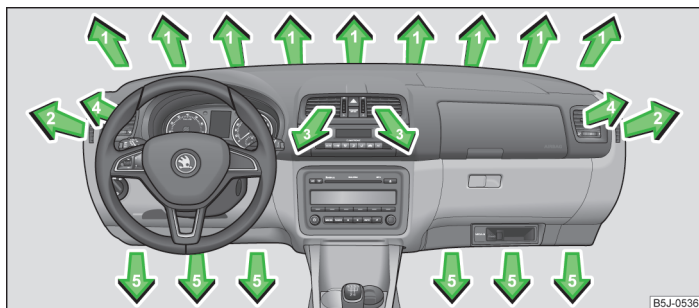
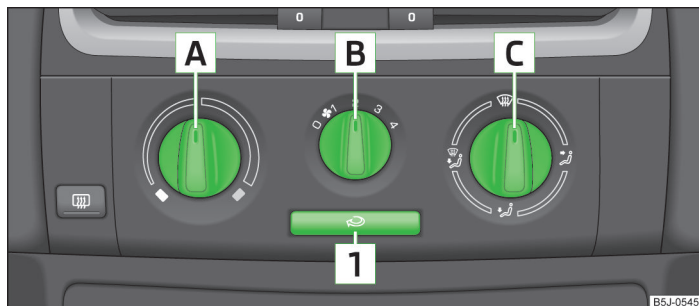

Fig. 78 Difusores de aire
Fig. 79 Calefacción: Elementos de mando
► Girar la rueda vertical (difusores de aire 3) » fig. 78 o la rueda horizontal (difusores de aire 4) a la posición
► Girar la rueda vertical (difusores de aire 3) » fig. 78 o la rueda horizontal (difusores de aire 4) a la posición 0.
- Mover las láminas horizontales con el ajustador deslizante para cambiar la altura del flujo de aire » fig. 78.
Ajustar la salida de aire para cada difusor con el regulador de distribución de aire **C** » fig. 79 de la página 79. Los difusores de aire 3 » fig. 78 y 4 se pueden cerrar y abrir por separado.
- ▶ Girar el regulador giratorio **A** » fig. 79 hacia la derecha para elevar la temperatura.
- ▶ Girar el conmutador del ventilador **B** » fig. 79 a una de las posiciones, 1 a 4, para conectar el ventilador.
- ▶ Con el regulador de distribución de aire **C** » fig. 79, se regula el sentido de salida del aire » página 78.
Todos los elementos de mando, excepto el conmutador del ventilador **B** » fig. 79, se pueden ajustar a cualquier posición intermedia.
- Elementos de mando **A** » fig. 79 de la página 79, **B**, **C** y la tecla **1**.
- Difusores de aire **4** » fig. 78 de la página 78.
- Recomendamos dejar los difusores de salida de aire en posición abierta **3** » fig. 78 de la página 78.
- Pulsar la tecla  **1** » fig. 79 de la página 79, en la tecla se encenderá el testigo.
- Pulsar de nuevo la tecla  **1** » fig. 79 de la página 79, se apagará el testigo de control en la tecla.
Si el regulador distribuidor de aire **C** » fig. 79 de la página 79 se encuentra en la posición , el servicio de aire circulante se desconectará automáticamente. Pulsando repetidamente la tecla , se puede volver a conectar el servicio de aire de circulación también en esta posición.